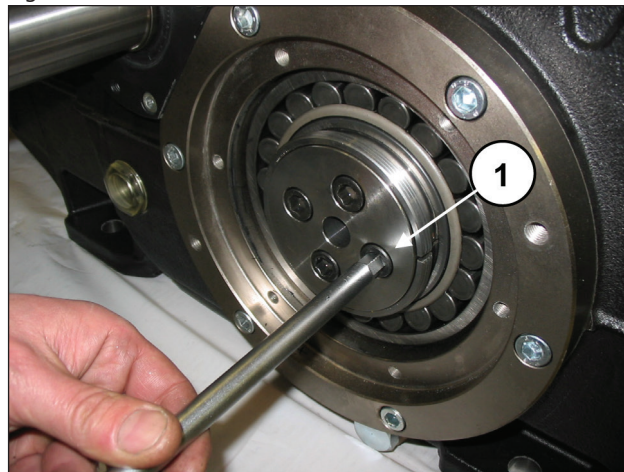

Fig. 14
Dévisser et enlever les vis de fixation de la bride de maintien de la douille, des deux côtés (rep. ①, Fig. 14).